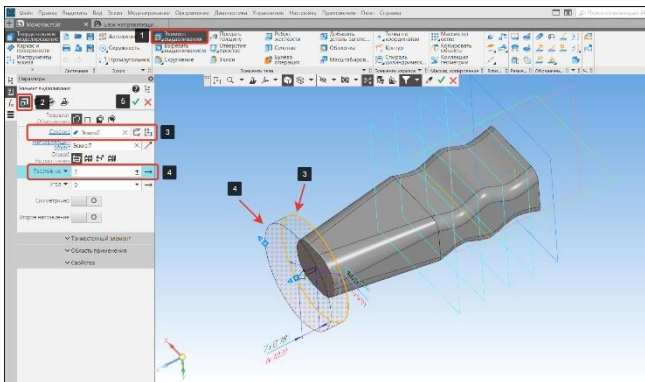

Рисунок 144 – Команда выдавливания
- Создадим элемент выдавливания. В панели элементы тела выберем команду Элемент выдавливания (1) подоперация элемент выдавливания (2) (Рисунок 144);
- Укажем эскиз окружности (3) и расстояние выдавливания 7 мм. (4) (Рисунок 144). На рисунке 145 показан построенный боек молотка.